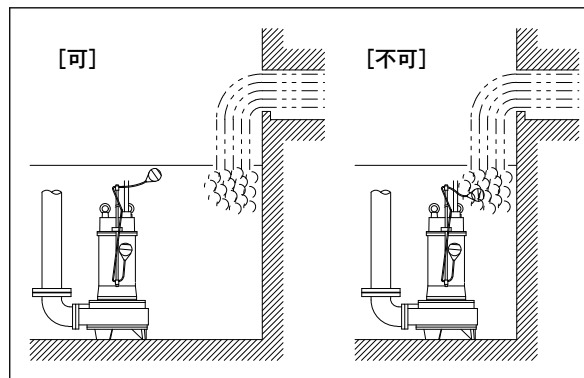

図70
- 排水ポンプ自動式の場合、フロートスイッチに直接流入水がかからないように注意してください。(図 70 を参照ください。)